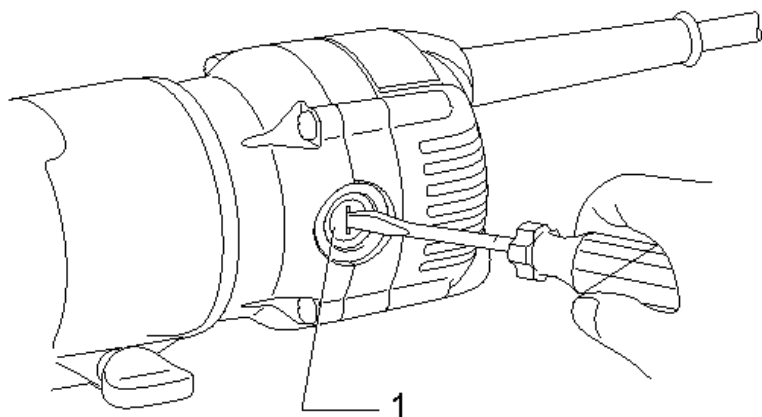

Рис.8
Для снятия защитного колпачка (1) (рис.8), используйте отвертку. Выньте использованные карбоновые щетки, вставьте новые и закрепите защитные колпачки.